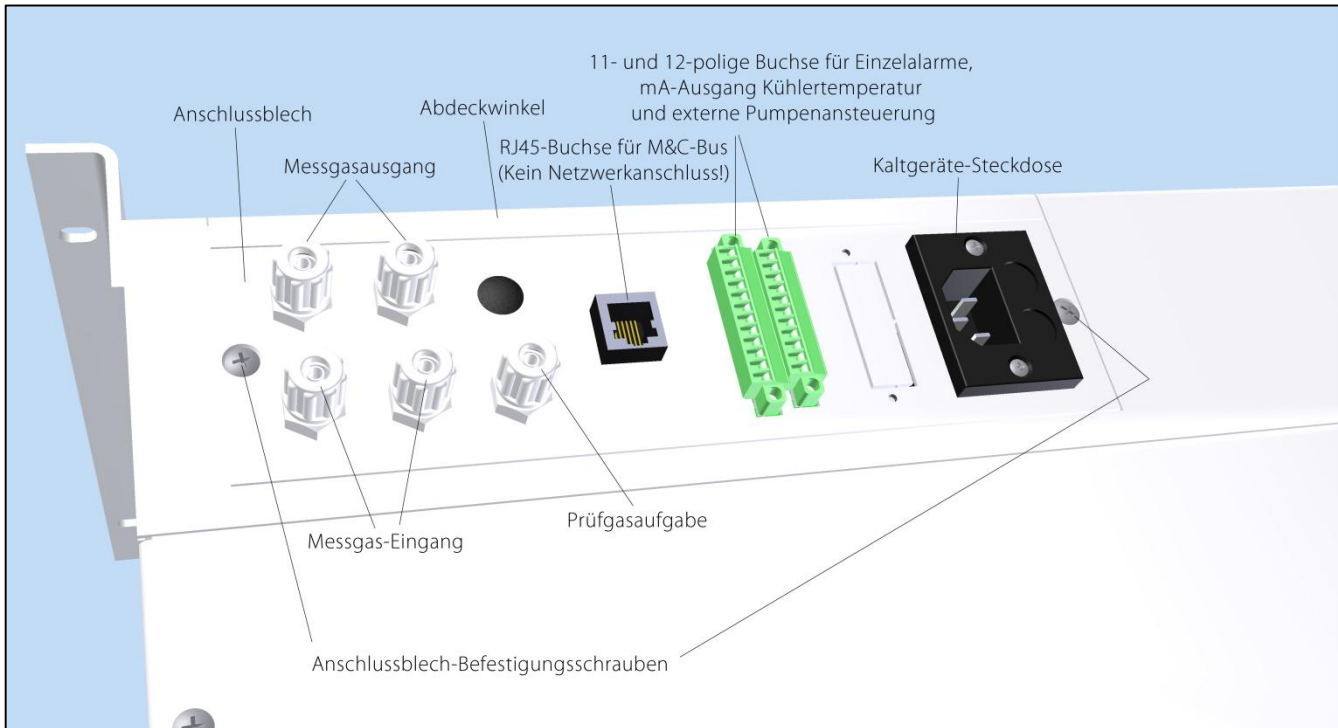

Abbildung 3 Anschlüsse im Anschlussblech der CSS-VC..
Bei der tragbaren Ausführung der **CSS-VC..** befinden sich die oben gezeigten Versorgungsanschlüsse an der Gehäuserückseite. Die RJ45-Buchse ist hier nicht vorhanden. Bei Option Temperaturregler für tragbare Ausführung (Art. Nr. 01G6190) ist an der Position der RJ45-Buchse in Abbildung 3 eine 7-polige Anschlussbuchse (siehe Kapitel 0) vorhanden.
- Anschlussblech-Befestigungsschrauben (siehe Abbildung 3) entfernen
Der Anschluss der Erweiterungsmodule an die **CSS-VC..** erfolgt über das Kommunikationsmodul mit entsprechendem Kabel an der RJ45-Buchse im Anschlussblech (siehe Abbildung 3).